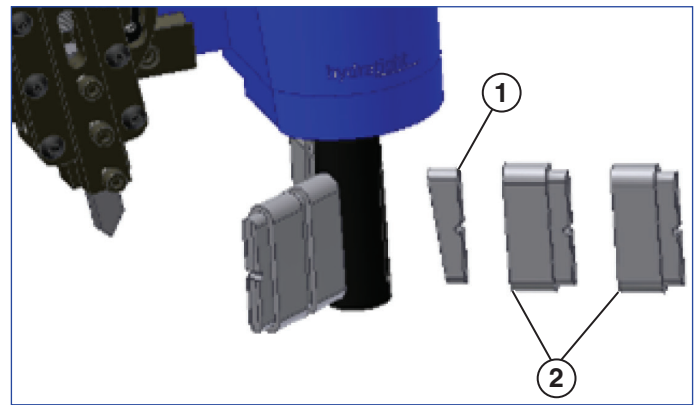

Abb. 2
Die Dornbaugruppe besteht aus allen Teilen, die für die Befestigung von QuickFace am Werkstück verwendet werden. Es werden einstellbare Positionierer und stapelbare Positionierer Verlängerungen verwendet, um QuickFace zu befestigen. Für die Befestigung der Positionierer am Dorn wird ein O-Ring verwendet (siehe Abb. 2).
2. Legen Sie die Positionierer und Positioniererverlängerungen (falls erforderlich) in die Schlitze am Dornschaft. Achten Sie darauf, dass die abgewinkelte Fläche des Verlängerungsschafts mit der abgewinkelten Fläche der Positionierer zusammenpasst (richtige Ausrichtung des Positionierers siehe Abb. 2).